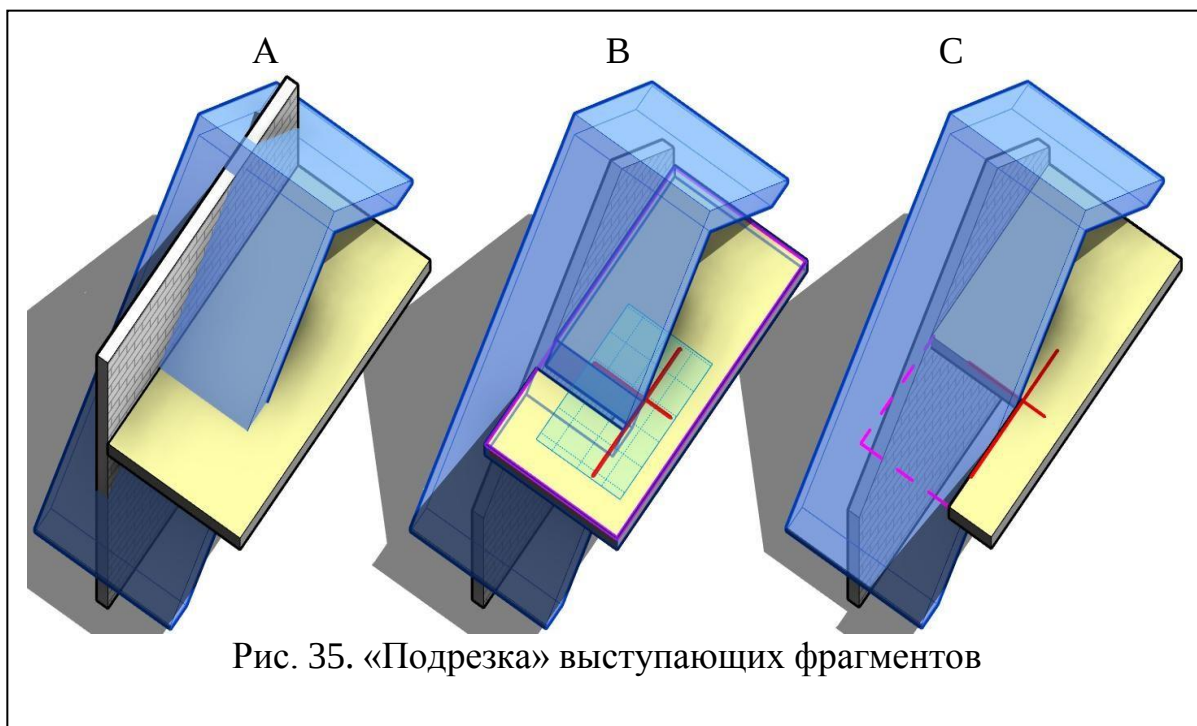

Рис. 35. «Подрезка» выступающих фрагментов
Довольно часто при построении крыши имеются выступающие наружу фрагменты стен, колонн, плит пола и потолка (рис. 35 А).
-  Команда «Присоединить Верх» (*контекстная панель*). Применяется для подчистки пересечения с крышей стен и колонн (рис. 35 В).
- 1)  на «3D-виде» использовать команду «Присоединить элементы геометрии» (*вкладка «Изменить», панель «Геометрия»*). Вначале выбирается крыша, затем выступающая плита. «Вырезает» из плиты участок, через который проходит крыша (рис. 35 А→В);
- 2)  установить текущую рабочую плоскость на поверхность плиты. Команда «Модель в линиях» (*вкладка «Архитектура», панель «Модель»*). В режиме «Выбрать линии» пометить границы вырезанного участка плиты (рис. 35 В);
- 3)  вызвать команду «Редактировать границу». В этом режиме «вырезанный» крышей участок плиты в 3D-модели не отображается, поэтому при построении новых границ привязывается к нанесенным ранее «линиям модели» (рис. 35 С).